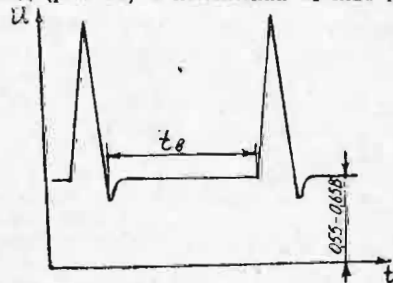

Рис. 8.
10. 5. 1. Резистором R25 в положении «0,1 μ S» переключателя «ВРЕМЯ/ДЕЛ» установите начальный уровень пилообразного напряжения (измеряется осциллографом С1-77 на гнезде « $\odot$ Δ »), равный 0,5 В (рис. 8).
При этом импульс на эмиттере транзистора V10 должен иметь следующий вид (рис. 8а) в положении «1 mS» переключателя «ВРЕМЯ/ДЕЛ».
Рис. 8а.